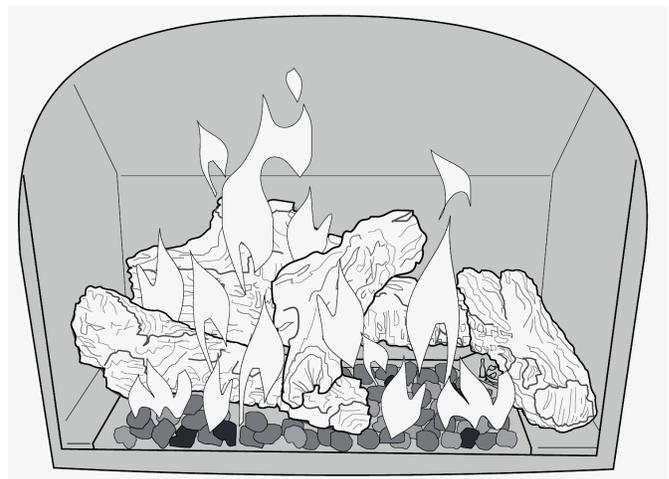

Figure 38. Apparence des flammes au réglage maximal («High») après environ 15 à 20 minutes de chauffage.
5. **RÉGLAGE DU BRÛLEUR :** Ce poêle est doté d'une valve de contrôle de gaz à débit variable qui permet un réglage manuel facile de la hauteur des flammes et de la puissance de chauffage. Pour régler l'intensité des flammes, tournez le bouton «HI/LO». La hauteur des flammes s'ajustera à environ 50% entre les réglages BAS et HAUT. Voir fig.38.